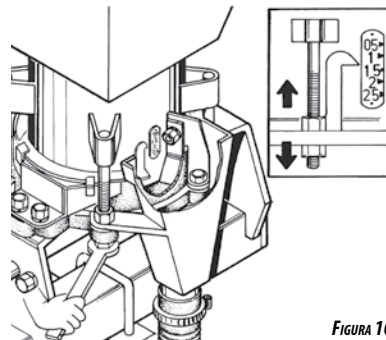

FIGURA 10
- Para regular a vazão de adubo deve-se abaixar ou levantar o depósito (01) **Figura 10** através da porca (2) e contra porca (3).
- Portanto deverá cair 70 gramas por metro linear por bica. E a escala deverá ser regulada no nº 1 conforme a **FIGURA 10**.